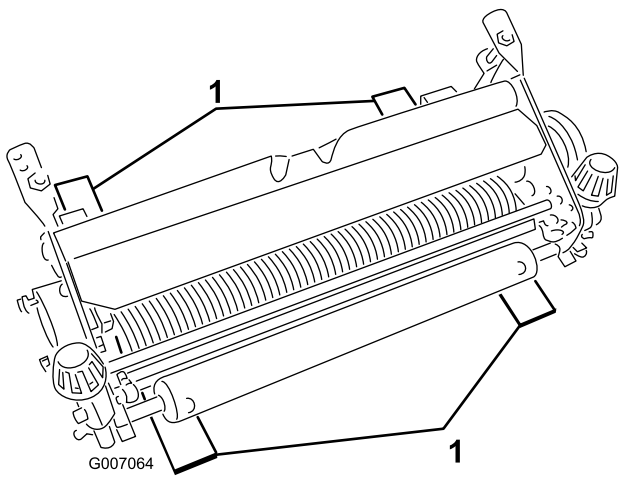

Figure 4
2. Placez 4 gabarits, réglés à la profondeur correcte de pénétration des lames dans le sol, sous le rouleau avant et le rouleau arrière de l'unité de défeutrage (Figure 4).